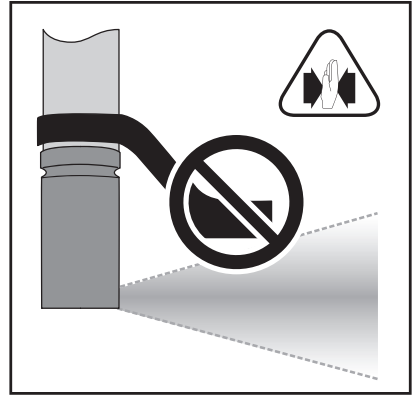

Figure 3B
- Use of extra long sockets may move the reaction bar outside the safe torque reaction area. See Figure 3B. Use an extended torque reaction bar to maintain safe torque reaction area. See Reaction Bars Parts List on page A-1.
- Si se utilizan bocas extralargas, la barra de reacción puede moverse fuera del área segura de reacción de par. Consulte la ilustración 3B. Utilice una barra de reacción de par ampliada para mantener un área segura de reacción de par. Consulte la lista de las piezas de las barras de reacción en la página A-1.
- L'utilisation de trop longues douilles peut déplacer la barre de réaction en dehors de la zone de réaction sûre. Reportez-vous à la Figure 3B. Utiliser une barre de réaction à couple élevé pour maintenir une zone de réaction sûre. Reportez-vous à la liste de pièces des barres de réaction à la page A-1.